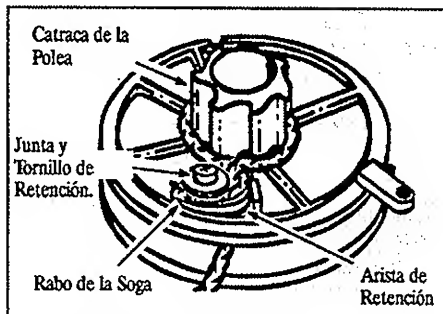

Figura 18
- Enrosque la soga hacia la izquierda (en contra del sentido del reloj) alrededor de la catraca de la polea y meta la punta suelta debajo de la soga, dejando un rabo de 25 mm (1" ) al lado de la Arista de Retención. Figura 18.
**AVISO:** En el paso 13, no ajuste el Tornillo de Retención excesivamente. El ajuste excesivo puede hacer que se estropee la rosca del poste del tornillo. Ajuste el tornillo hasta que la superficie inferior de la junta o (1) esté bien al ras contra la soga o (2) toque la parte superior del poste del tornillo.
- Instale y ajuste el Tornillo de Retención y la Junta. Vea la Figura 18.